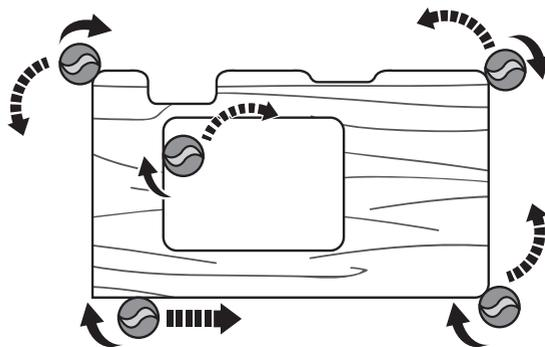

Рис. 21
- > Вращайте изделие по часовой стрелке во время фрезерования внутри заготовки (Рис. 21).